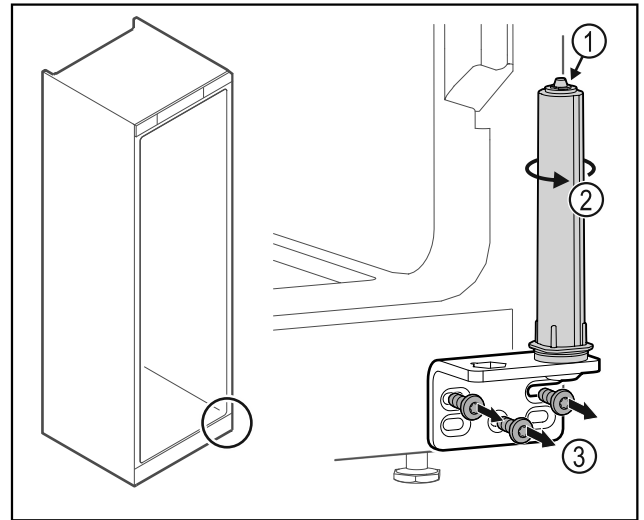

Fig. 25
► No desensamblar el sistema de cierre de la puerta Fig. 25 (1).
- Girar el sistema de cierre Fig. 25 (2) hasta que haga clic.
- Desatornillar la escuadra de bisagra Fig. 25 (3).